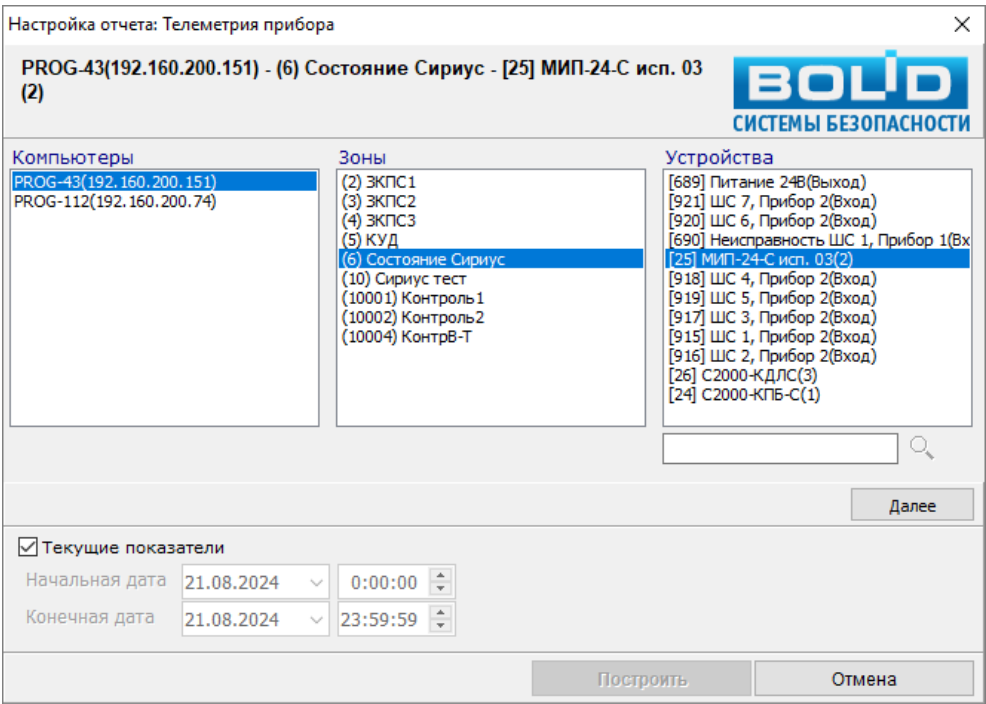
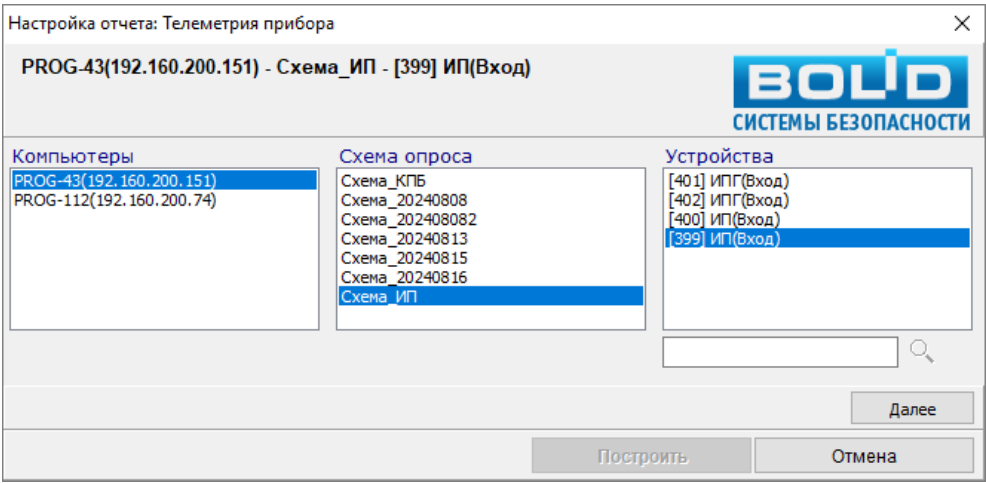

Рисунок 12-176 Страница выбора устройства окна настроек отчета "Телеметрия прибора" на основании общих данных
Рисунок 12-177 Страница выбора устройства окна настроек отчета "Телеметрия прибора" на основании данных по схеме ВСС
На этой странице отображаются поля (см. Рисунок 12-176, Рисунок 12-177), в которых необходимо по порядку (начиная с поля слева) выбрать необходимые для формирования отчета элементы. Описание полей приведено в таблице ниже (Таблица 12-23).
(1) Поле «Зоны» отображается на странице выбора устройства окна «Настройка отчета» при формировании отчета на основании общих данных сбора статистики (см. Рисунок 12-176).
(2) Поле «Схема опроса» отображается на странице выбора устройства окна «Настройка отчета» при формировании отчета на основании данных по схеме ВСС (см. Рисунок 12-177).